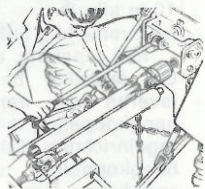

Abb. 15
3.3 Die Gelenkwelle (Abb. 15)
3.3. PTO Shaft (Fig 15)
3.3. Arbre à cardan (fig. 15).
3.3. L'albero a snodo (fig. 15)
3.3. De cardanas (afb. 15)